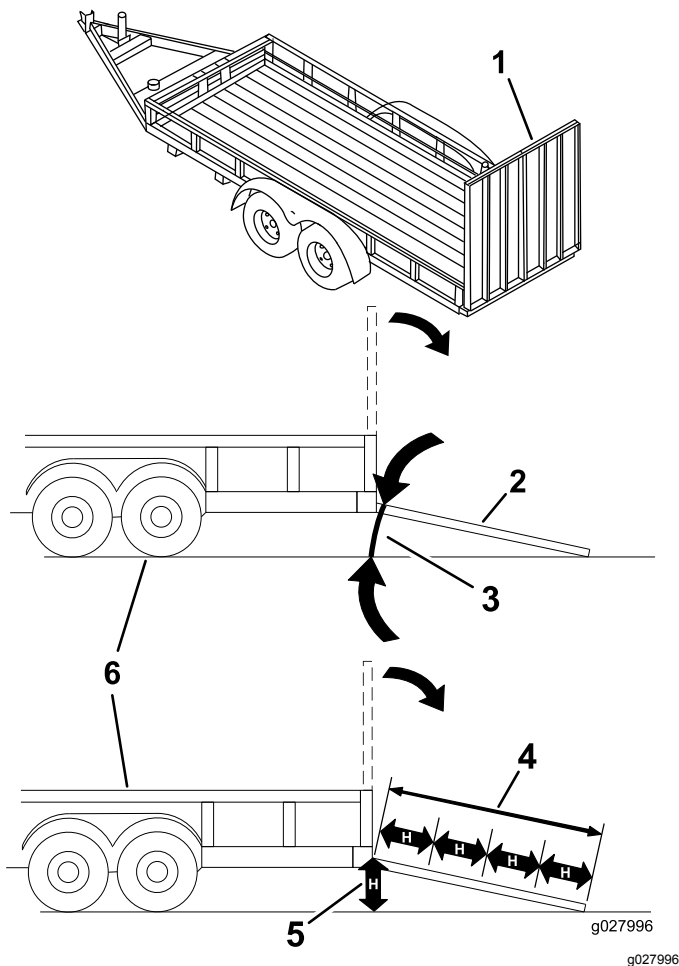

Figure 25
Le chargement de la machine sur une remorque ou un camion augmente le risque de basculement et donc de blessures graves ou mortelles (Figure 25).
3. Abaissez la rampe en veillant à ce que l'angle entre la rampe et le sol ne dépasse pas 15 degrés (Figure 25).
1. Abaissez la rampe en veillant à ce que l'angle entre la rampe et le sol ne dépasse pas 15 degrés (Figure 25).